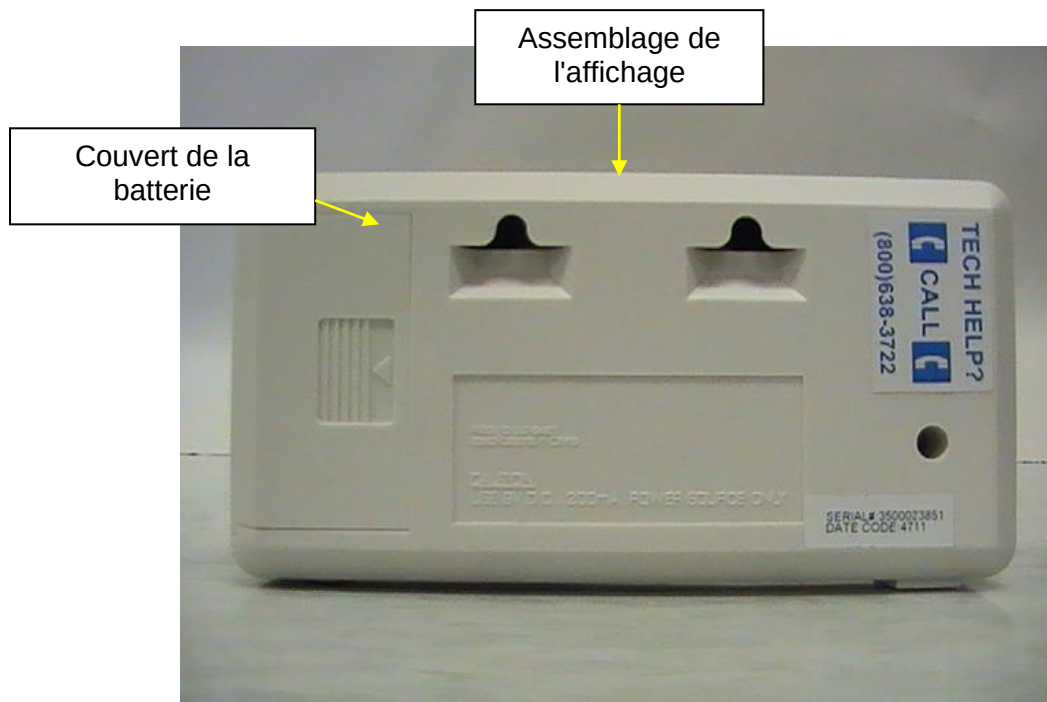

Figure 5
2. Enlevez le couvercle à batteries sur le côté du module de l'écran en glissant le couvercle de la batterie (voir figure 5 à la page 13).
2. Placez la batterie dans le support à batterie (voir figure 5 à la page 13).